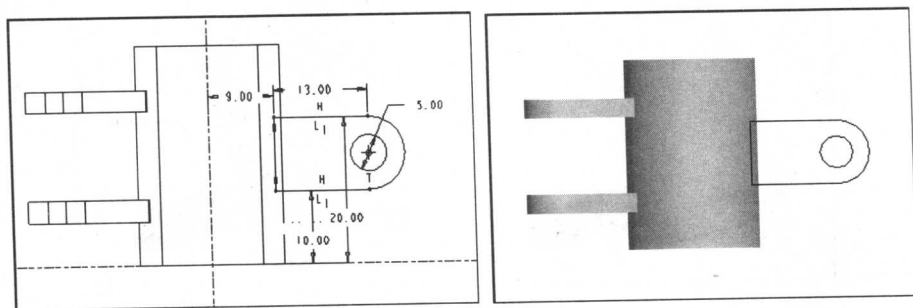

图 1-19 绘制的草图 3
(19) 使用前面绘制草图的方法, 在“模型树”中单击选择 TOP (顶视基准平面), 然后使用“2 点线” 工具、“圆” 工具和“3 点弧” 工具来绘制草图, 并在草图中设置直线和圆的直径参数, 如图 1-19 所示。单击“确定”按钮, 完成草图 3。